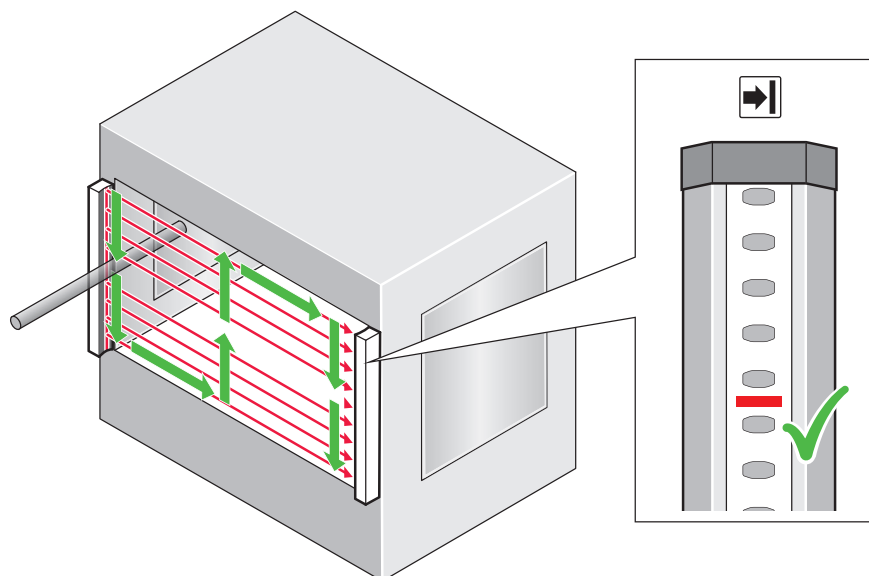

Рисунок 34: Контроль с помощью пробника: 1-й шаг
1. Медленно ввести пробник в контролируемую зону (например, проем в машине, как показано стрелками, см. рисунок 34).